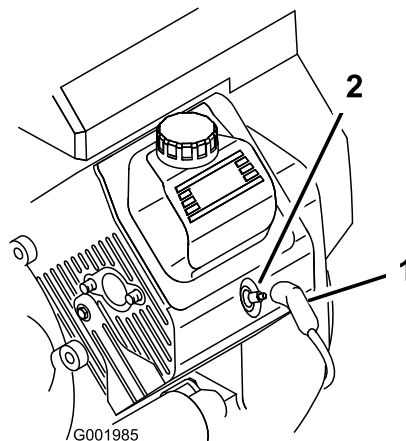

Figura 53
3. Puxe os cabos das velas (Figura 53).
3. Coloque os cabos nas velas de ignição (Figura 53).